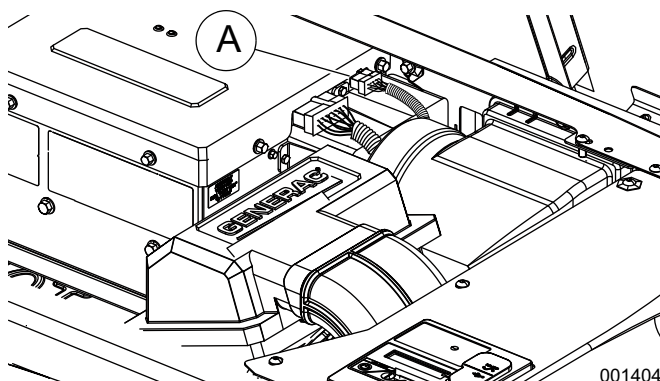

Figure 4-9. Retirez le connecteur du ventilateur de l'AVR
3. Voir Figure 4-9. Abaissez le loquet externe pour débrancher le connecteur à 4 broches (A) de l'AVR.